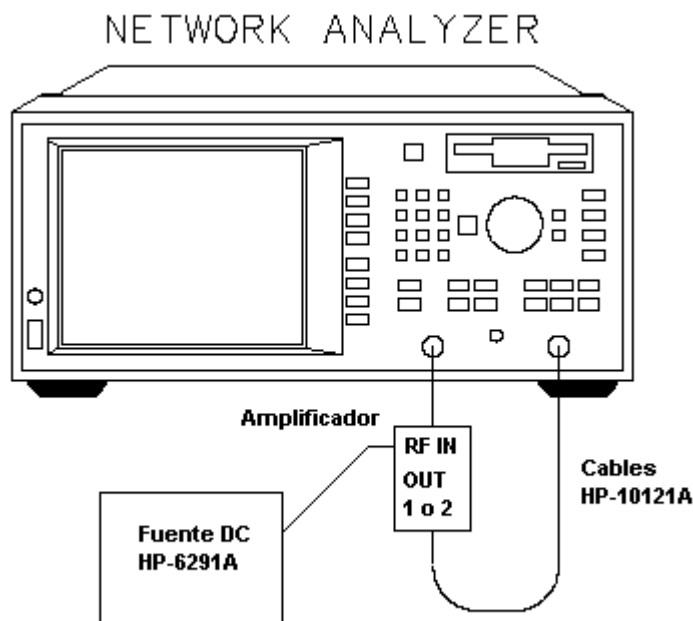

Figura 2-59. Configuración para medida de parámetros de un amplificador.
2. Conecte el Amplificador al Analizador de Red como se muestra en la Figura 2-59 siguiendo el siguiente procedimiento:
10. Utilizando la configuración de la Figura 2-59, entre los parámetros de medida.